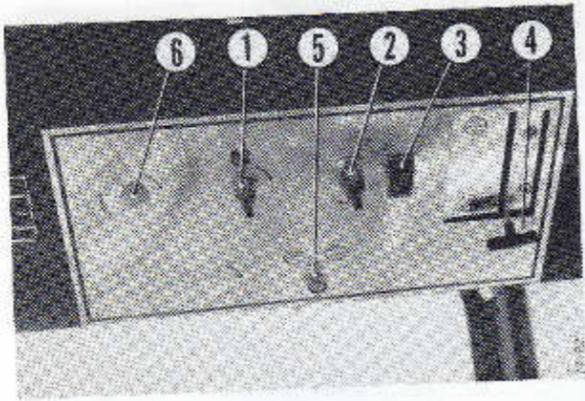

Fig. 23
#### Lampe témoin et ronfleur (5 fig. 23) (MF 750 et MF 760)
L'interrupteur d'essuie-glace est situé à gauche de la lampe témoin 5 (fig. 23) sur le tableau de commande de la cabine.
**Commandes de la cabine (fig. 23)
Les commandes de la cabine sont illustrées figure 23.
**Chauffage de cabine (6 fig. 23)**